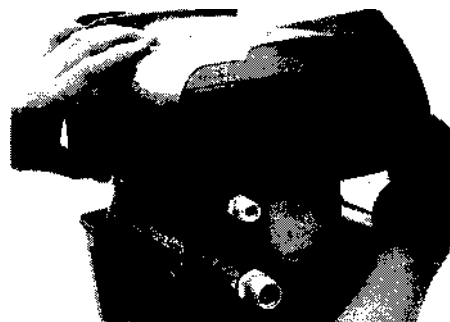

Рис. 18.11. Разъедините половины корпуса блока кондиционера и выньте испаритель
- 11 Разъедините верхнюю и нижнюю половины корпуса (см. рис. 18.11).